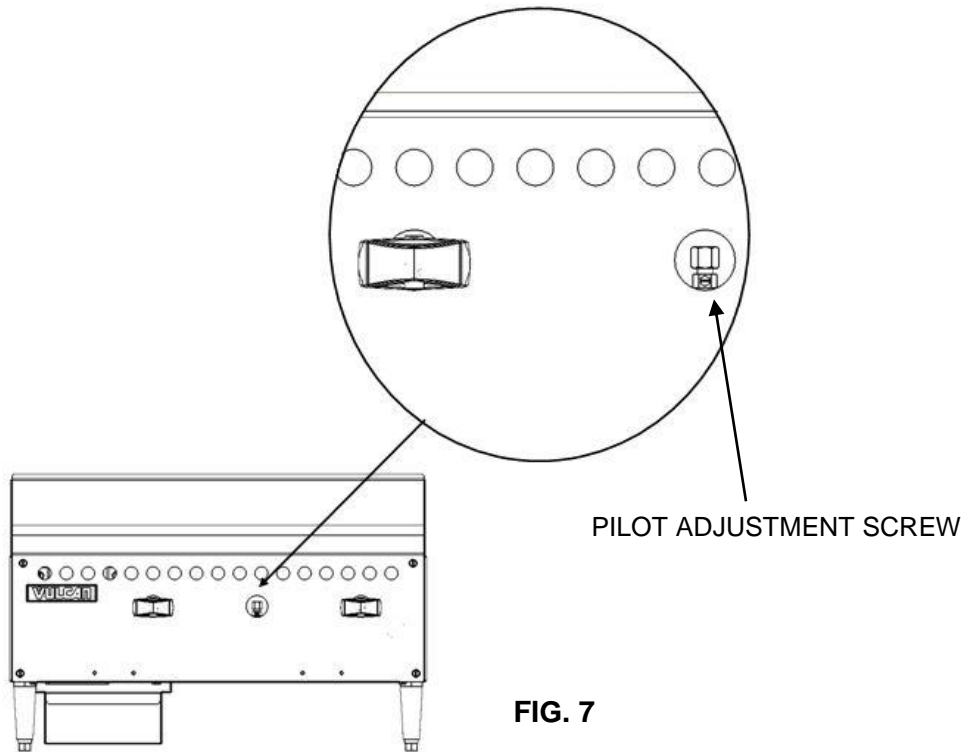

FIG. 7
3. While viewing through the pilot sight hole, you will have to reach under the front of the unit and through the pilot cutout to ignite the pilots with an outside ignition source (such as a lit taper, etc.). It may be necessary to adjust the pilot valve to increase gas to the pilot. See Fig. 7 on page 11.
Using a flathead screwdriver, turn the slotted hex-head pilot adjustment screw clockwise to decrease the flame, and counterclockwise to increase the flame. See Fig. 7.
3. Tout en surveillant par le trou de regard de la veilleuse, vous devez atteindre le dessous à l'avant de l'appareil et la fente de la veilleuse pour l'allumer à l'aide d'une source d'inflammation extérieure (telle qu'une tige pour allumer les bougies, etc.). Il peut être nécessaire de régler la soupape de la veilleuse pour augmenter le gaz. Voir Fig. 7 à la page 11.